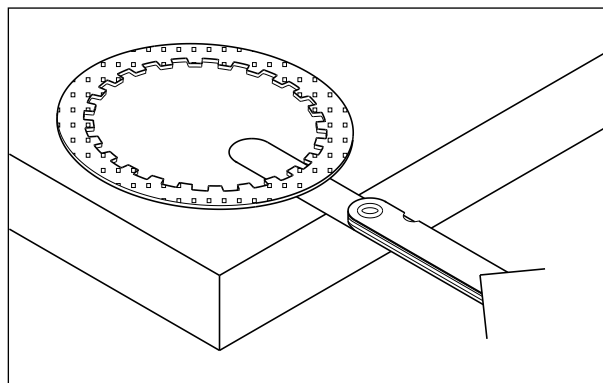

Fig. 3.18
- Inspeção o disco separador da embreagem quanto a empenamento, utilizando um calibre de lâminas em uma superfície plana, conforme mostrado. (Fig. 3.18)